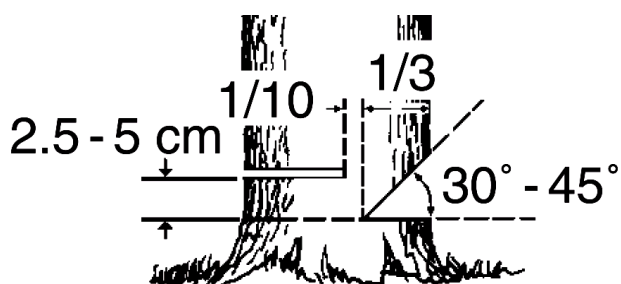

Рис.13
4. Выберите направления падения дерева. Для этого следует учесть силу и направление ветра, естественный наклон дерева, равномерность распределения веток в кроне дерева. Начните пилить с той стороны дерева, куда оно должно упасть (Рис.13)